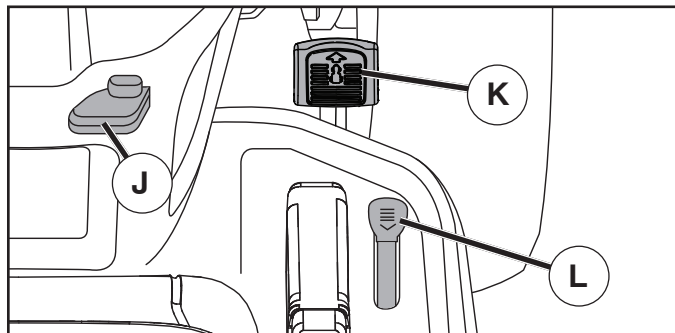

Fig. 8
## POUR AVANCER ET POUR RECULER (Voir la Fig. 8)
- Appuyez doucement sur la pédale de marche avant (K) ou sur la pédale de marche arrière (L) pour commencer à vous déplacer. Plus vous appuyez sur la pédale, plus la vitesse au sol augmente.
## COMMENT UTILISER LE RÉGULATEUR DE VITESSE (J) (Voir la Fig. 8)